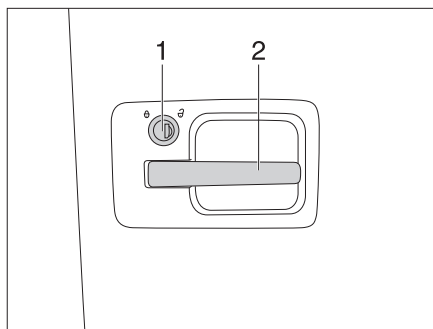
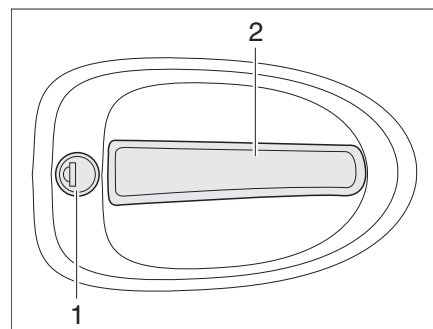

Fig. 19 Serrure de la porte, à l'extérieur
Fig. 20 Serrure de la porte, à l'extérieur
- Introduire la clé dans le cylindre de fermeture (Fig. 19,1 e Fig. 20,1) et tourner dans le sens des aiguilles d'une montre jusqu'à ce que la serrure de porte soit déverrouillée.
- Tirer sur la poignée de la porte (Fig. 19,2 e Fig. 20,2). La porte est ouverte.
- Introduire la clé dans le cylindre de fermeture (Fig. 19,1 e Fig. 20,1) et tourner dans le sens inverse des aiguilles d'une montre jusqu'à ce que la serrure de porte soit verrouillée.